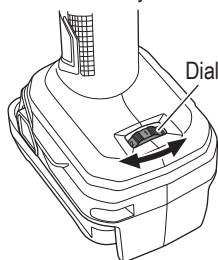

Fig. 13
2. Ajuste de la velocidad de operación (Fig. 13)